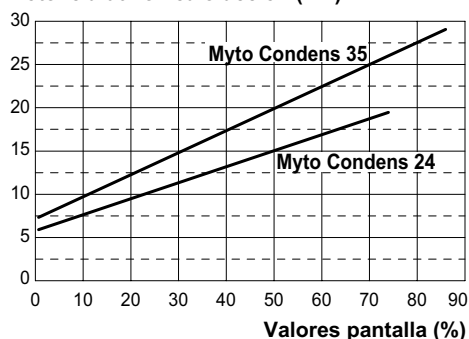
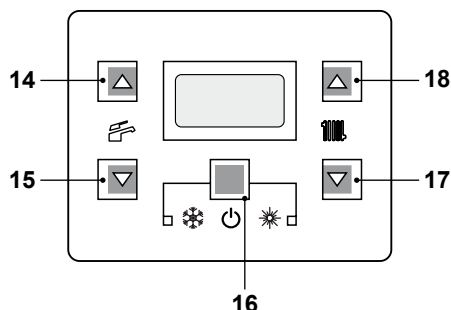
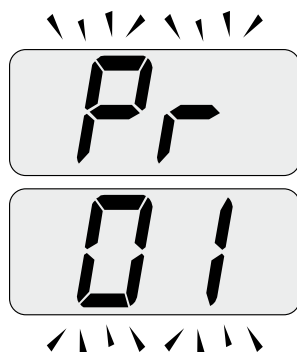

Figura 7.9
Figura 7.10
Figura 7.11
La regulación de la potencia útil en funcionamiento de calefacción es independiente de la configurada para el agua sanitaria. El gráfico de la Figura 7.9 muestra cómo varía la potencia útil de la caldera al modificarse el valor ajustado en la tarjeta de control.
- Entre en la "modalidad de programación" pulsando simultáneamente durante 10 segundos los botones 16 - 17 - 18 (Figura 7.10) hasta que aparezcan en la pantalla LCD las letras **Pr** alternadas con el código **01**, que indican la entrada en el "parámetro 01" (Figura 7.11).
- Pulse simultáneamente los botones 16 y 18 (Figura 7.10) hasta que aparezca en la pantalla LCD el valor del parámetro 12 (Figura 7.13) (74 = Myto Condens 24 o 86 = Myto Condens 35).
- Usando los botones 17 o 18 (Figura 7.10) se puede modificar el valor del parámetro 12 (consúltase el gráfico Figura 7.9 para determinar el valor correcto en función de la potencia útil de calefacción).
- Pulsando el botón 16 (Figura 7.10) se confirma el valor introducido.
- Pulsando simultáneamente los botones 16 y 17 (Figura 7.10) se sale sin modificar el valor (se vuelve a la lista de parámetros Figura 7.12)
- Pulsando simultáneamente durante 10 segundos los botones 16 - 17 - 18 (Figura 7.10) se sale de la "modalidad de programación".